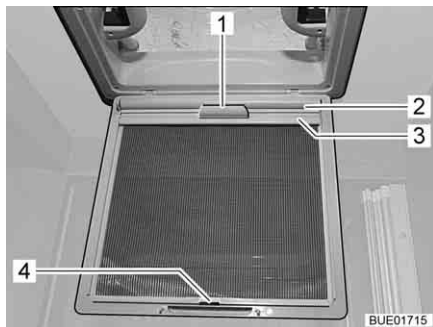

Fig. 79 Persiana oscurecedora enrollable
- Extraer la persiana oscurecedora enrollable (Fig. 79,2) por el tirador (Fig. 79,1) y enganchar el listón de sujeción (Fig. 79,3) en el gancho (Fig. 79,4) en la protección contra insectos.
- Desenganchar el listón de sujeción (Fig. 79,3) del gancho (Fig. 79,4) y regresar la persiana oscurecedora enrollable (Fig. 79,2) lentamente por el tirador (Fig. 79,1).